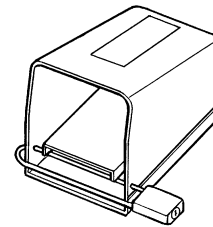

Figura 1 – Interruptor de Pie con pestillo
- **Cuando no se use la máquina, bloquee el interruptor de pie con su pestillo (Figura 1).** Esto evita la puesta en marcha involuntaria de la máquina.